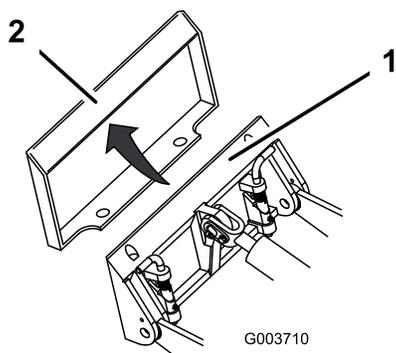

Рисунок 24
4. Вставьте монтажную пластину под верхнюю кромку установочной пластины навесного орудия (Рисунок 24).